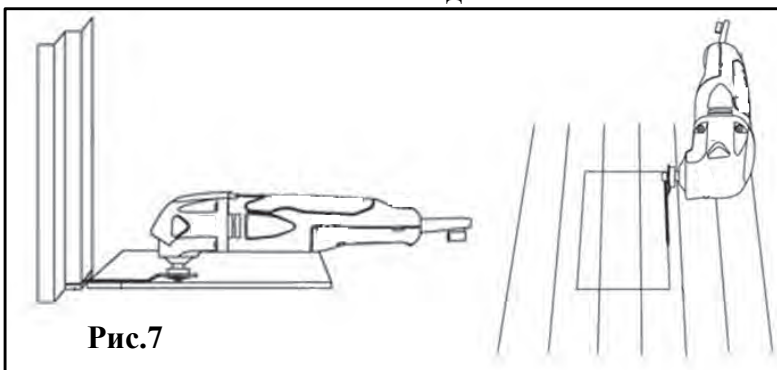

Рис.7
- Установите прямое лезвие по дереву(8) в держатель насадок (5).
- Проверьте соответствие напряжения питающей сети. Подключите инструмент к сети. Крепко удерживая инструмент, передвиньте выключатель (2) в положение ВКЛ.
- Плавно поднесите инструмент к обрабатываемой поверхности. Медленно перемещайте инструмент при резке (рис.7)